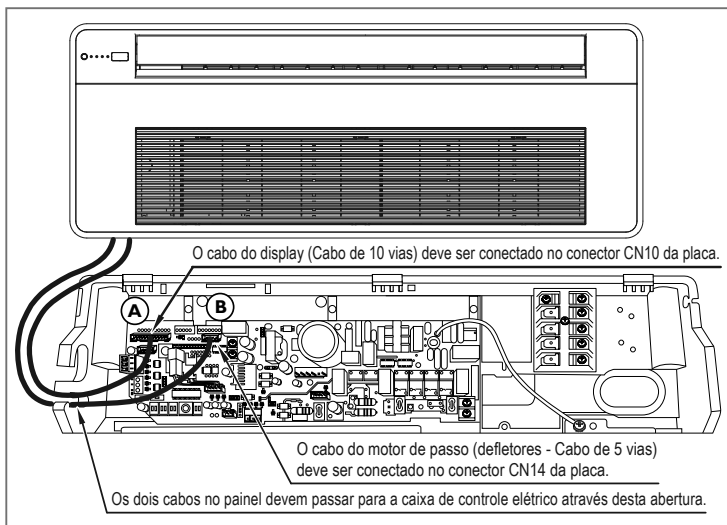

FIG. 22
3. Abra a tampa da caixa de controle elétrico da unidade para conectar a fiação elétrica da grelha; conecte os terminais à placa controladora principal (Fig. 22 abaixo):
- CN14 - para o motor do defletor de ar (“A” - Fig. 22);
- CN10 - para o display de controle (“B” - Fig. 22).